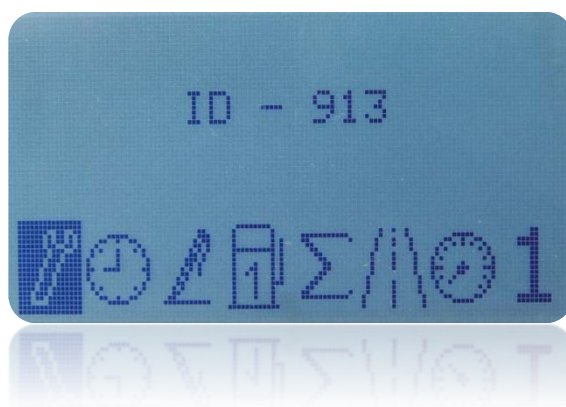

Рисунок 46 – ID устройства
- ID – идентификационный номер машины программного модуля СРРТ; назначается в ПО вкладка «СРРТ» → «ID машины», (см. главу «Настройка модуля СРРТ»), диапазон ID машины: 1-65535 (рис. 46);